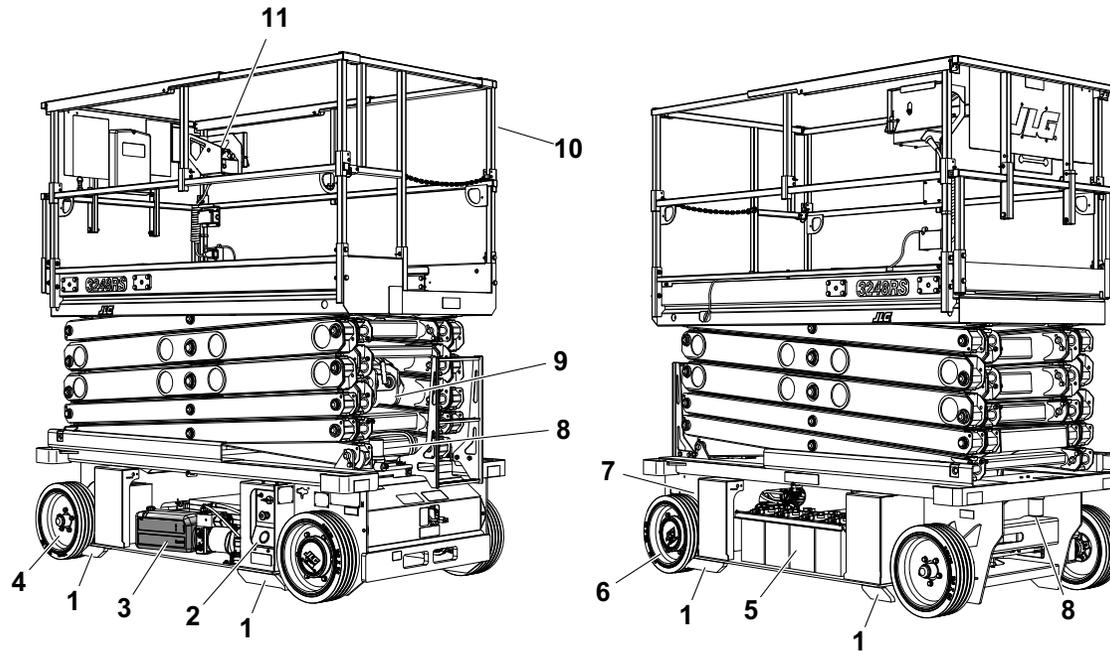

Figura 2-1. Inspeção exterior diária (Tampas laterais retiradas) - Todas as máquinas
5. **Inspecção exterior** – Ver a Figura 2-1. na página 2-7.
Iniciar a Inspeção Exterior Diária no ponto n.º 1, ver a Figura 2-1. na página 2-7. Continuar a verificar sequencialmente cada item relativamente às condições indicadas na seguinte lista de controlo: